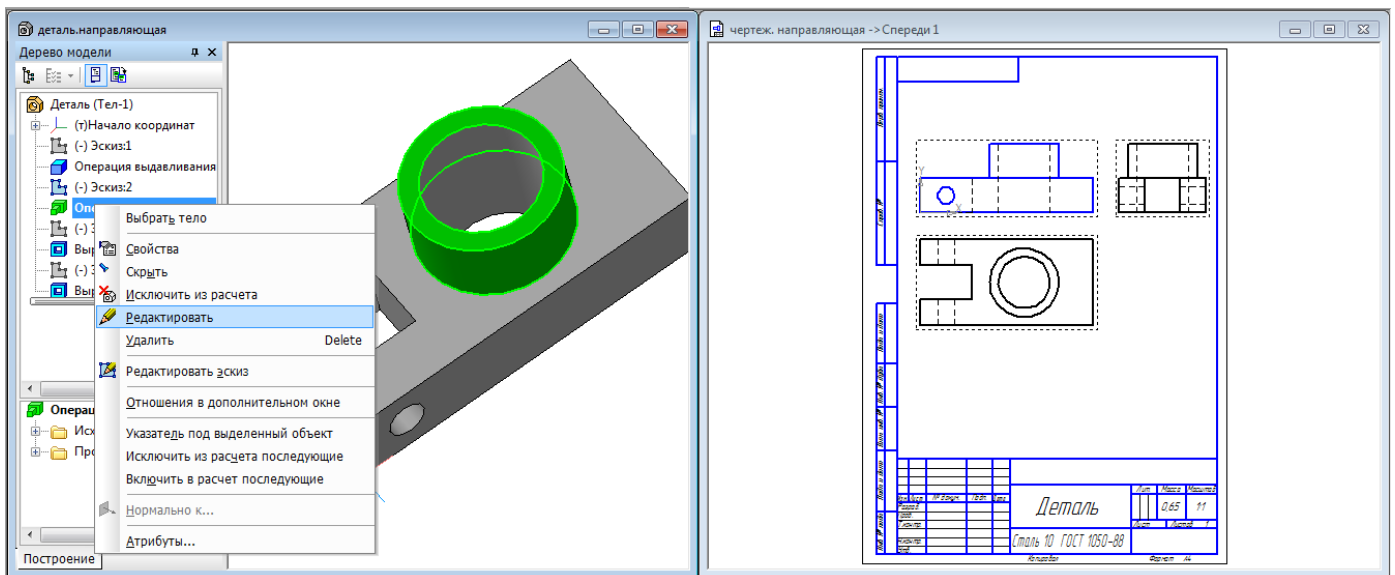

Рис. 24
- Активизируйте окно документа **Деталь. Направляющая**. Щелчком ПКМ выделите элемент **Приклеить элемент выдавливания: 1** и войдите в режим **редактирования** элемента (рис. 24). Измените величину приклеивания **Расстояние 1** – 40 мм. Создайте объект.